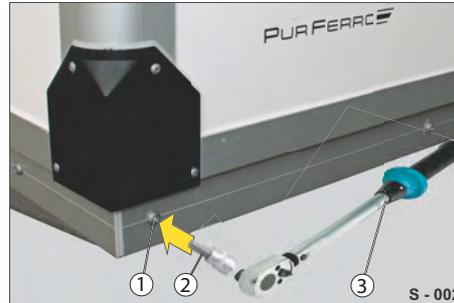

Abb. 2 Schraubverbindungen
- ▶ Verwenden Sie zum Anziehen von Schraubverbindungen (Abb. 2/1) einen kalibrierten Drehmomentschlüssel (Abb. 1).
- ▶ Benutzen Sie einen passenden Aufsatzschlüssel (Abb. 2/2).
- ▶ Stellen Sie den Drehmomentschlüssel auf den benötigten Anziehdrehmoment-Wert (Abb. 2/3) ein.